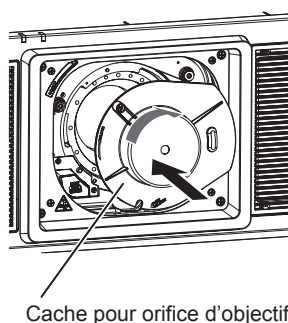

Fig. 2
- 3) **Fixez le cache pour orifice d'objectif fourni. (Fig. 2)**